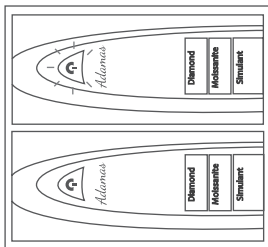

Рис. 1.10
3. Нажмите кнопку питания, чтобы включить тестер. Как только индикатор READY перестанет мигать, тестер готов войти в режим калибровки, как показано на рис. 1.10. Этот процесс может занять до 25 секунд. Если индикатор READY продолжает мигать через 25 секунд, возможно, наконечник датчика расположен неправильно. Пожалуйста, повторите процедуру, начиная с шагов 1 и 2.